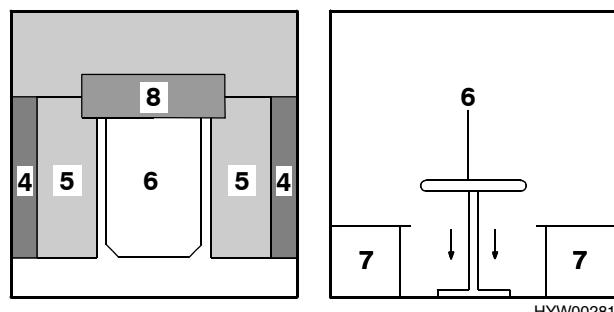

Fig. 89 Durante la trasformazione
- Collocare il piano del tavolo (Fig. 89,6) all'altezza del cassone letto.
- A seconda del modello applicare la tavola (Fig. 89,8) come base per i cuscini.